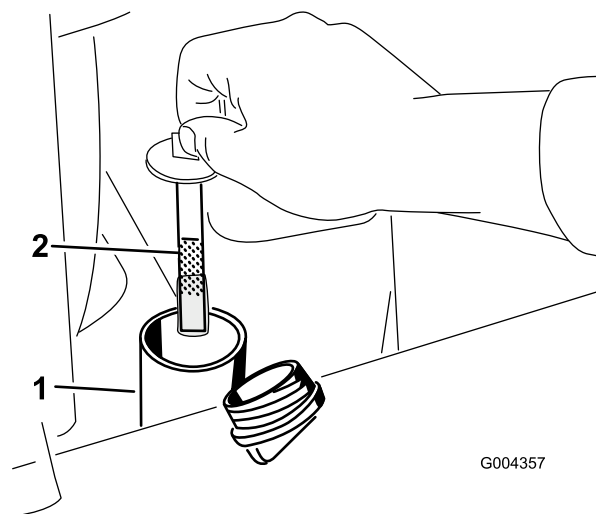

**Рисунок 18**
5. Очистите зону вокруг заливной горловины и крышки гидравлического бака (Рисунок 18).